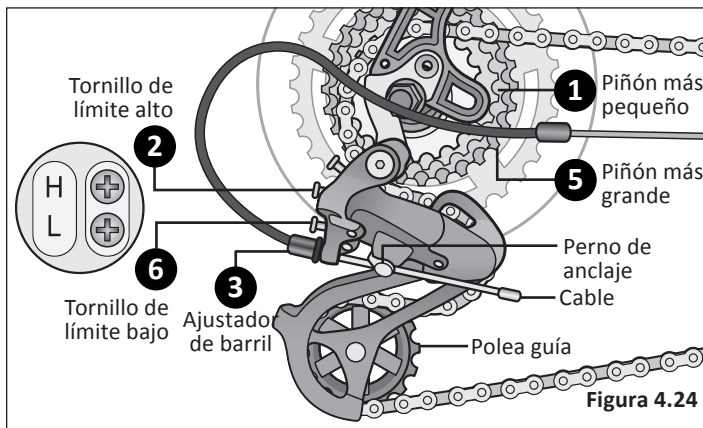

Figura 4.24
- 2 Ajuste el tornillo de límite alto para que la polea guía y el piñón más pequeño estén alineados verticalmente. **Figura 4.24**